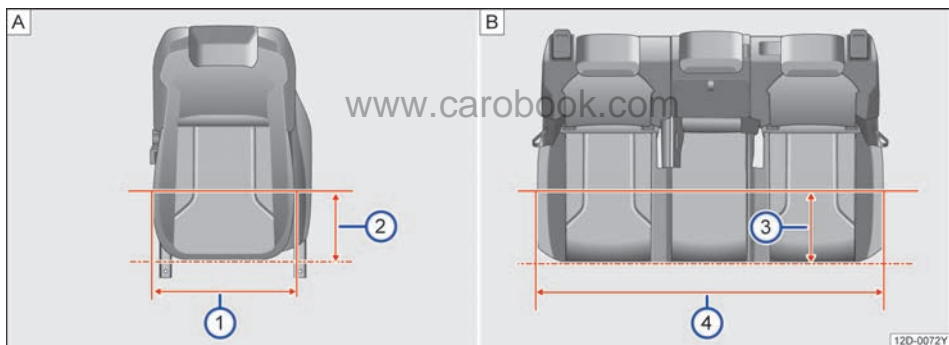

图 83 座椅座宽
如图→图 83[A] 在距离前排座椅边缘 200mm 时→图 83[A]②，前排座椅坐垫宽度为 492mm→图 83[A]①。
如图→图 83[B] 在距离第二排座椅边缘 370mm 时→图 83[B]③，第二排座椅坐垫宽度为 1194mm→图 83[B]④。